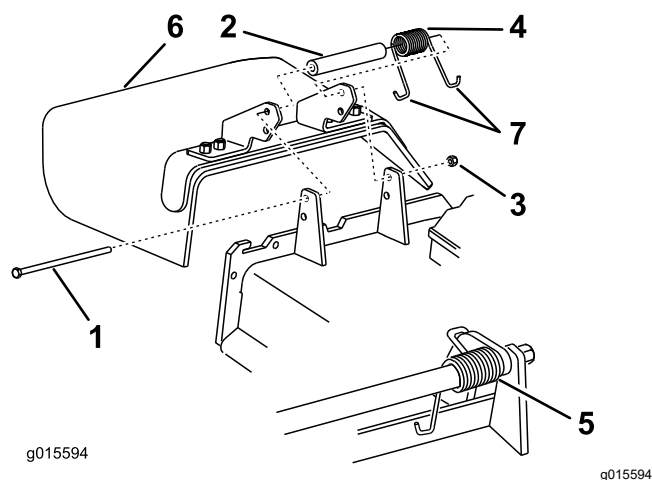

Figura 91
1. Îndepărtați contrapiulia, urubul, arcul și distanțierul care fixează deflectorul pe suporturile pivotante (Figura 91).
2. Îndepărtați deflectorul pentru iarbă deteriorat sau uzat (Figura 91).
Notă: Asigurați-vă că ai montat capătul în formă de J în spatele marginii punii, înainte de a monta urubul conform Figura 91.
6. Amplasați capătul în formă de J al arcului în jurul deflectorului pentru iarbă (Figura 91).